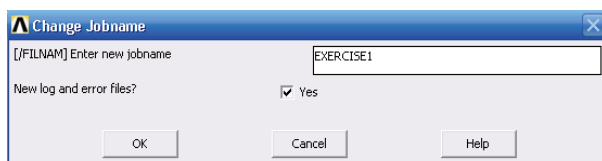

图 2-12 定义工作文件名
1) 选择 Utility Menu | File | Change Jobname 命令，出现 Change Jobname 对话框，在 [/FILNAM] Enter new jobname 输入栏中输入工作文件名 EXERCISE1，如图 2-12 所示，单击 OK 按钮关闭该对话框。